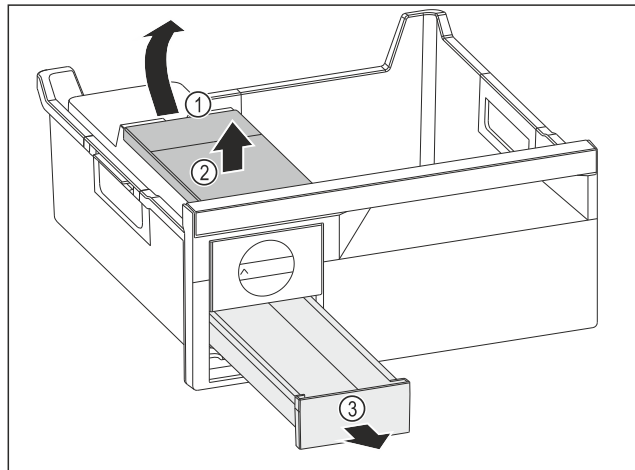

Fig. 77
- ▶ Scoaterea rezervorului de apă: Ridicați rezervorul de apă de la degajare Fig. 77 (1).
- ▶ Scoateți rezervorul de apă Fig. 77 (2) în sus.
- ▶ Scoateți sertarul pentru cuburi de gheață Fig. 77 (3) spre înainte.